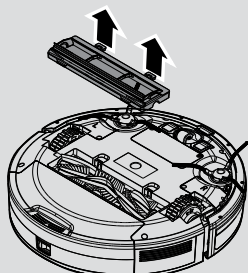

Fig. 11
2. Tryk på klemmerne på bundpladen, og fjern rullebørsternes dæksel. [Fig. 11]